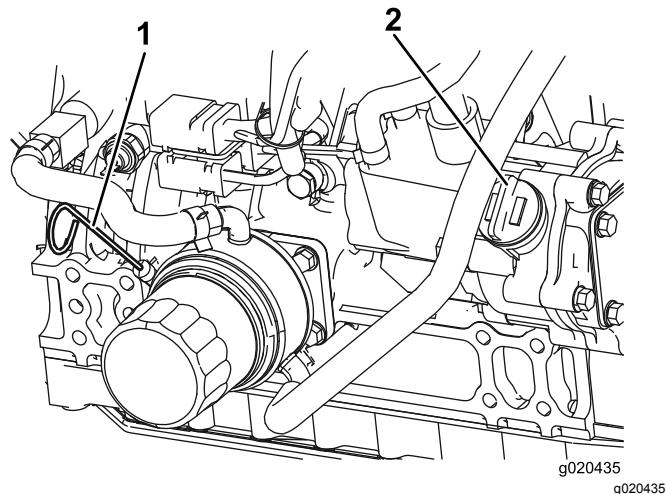

Figura 74
3. Retire la varilla, límpielala, vuelva a colocarla en el tubo y retírela de nuevo. El nivel de aceite debe llegar a la marca Lleno (Figura 74).
4. Si el nivel de aceite está por debajo de la marca Lleno, retire el tapón de llenado (Figura 74) y añada aceite hasta que el nivel llegue a la marca Lleno. **No llene demasiado.**